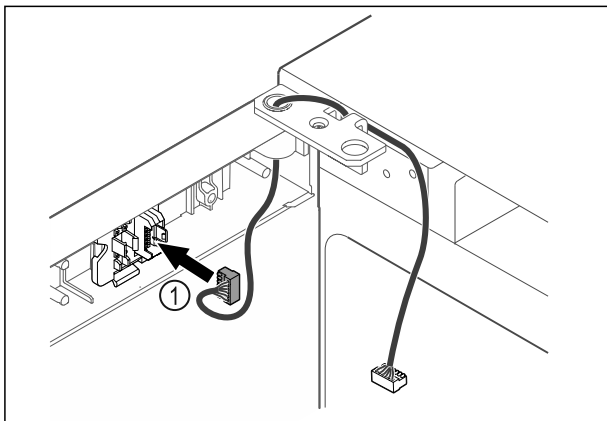

Fig. 46
- ▶ Inserire il connettore Fig. 46 (1) nel supporto connettori.